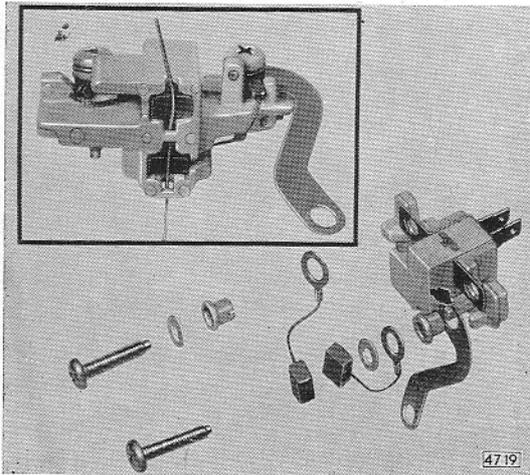

Bild D 53 - Anordnung Bürsten und Bürstenhalter – Kohlebürsten durch Drahtende gesichert
6. Bürsten in Bürstenhalter, entsprechend Angaben in Bild D 53, einsetzen und durch ein Drahtende sichern (Bild D 53). Bürstenhalter am hinteren Lager anschrauben.